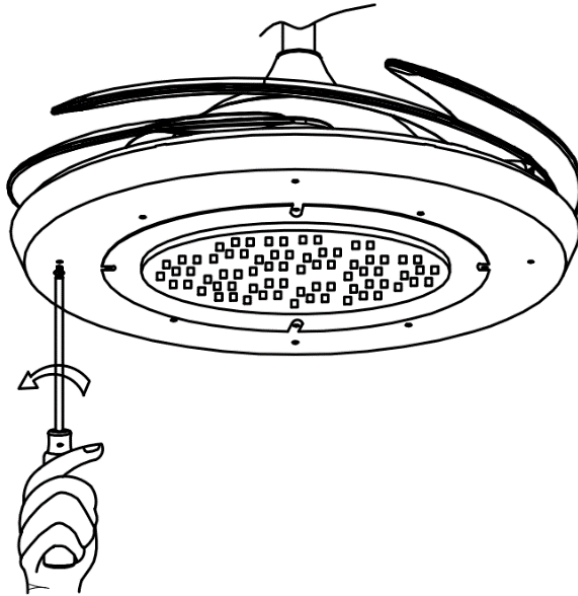

Fig. 9
1. Afloje los 8 tornillos de la placa de soporte del juego de luces. (Fig.9)